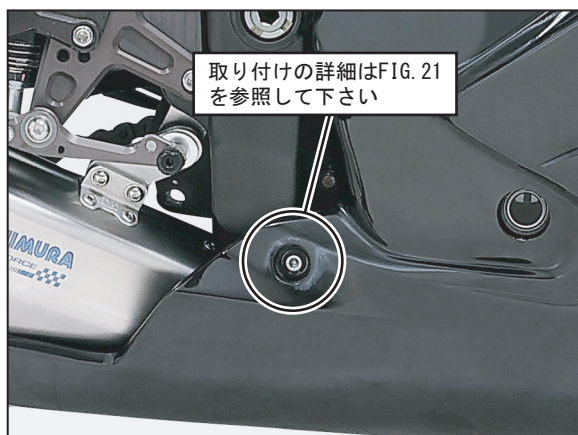

FIG. 20
その際、右側サイドカウル後方は⑫ボタンボルトM6×20、⑳スペーサーカラー6-15-5を使用して取り付けて下さい。(FIG. 20, 21参照)